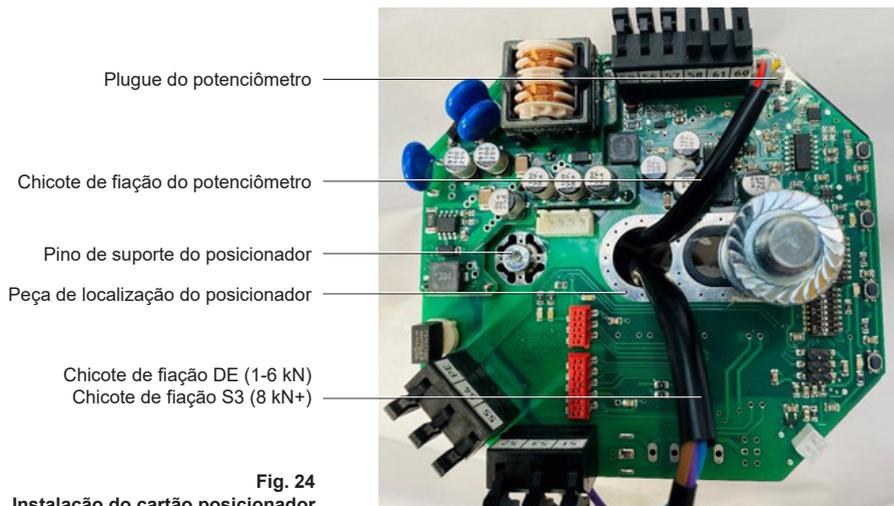
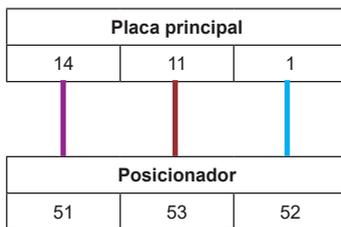
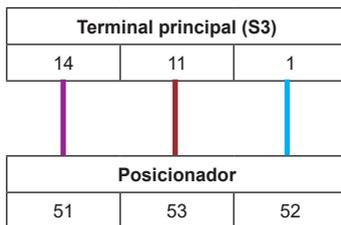

Fig. 24
Fig. 25 Diagrama do terminal de instalação do posicionador (1 a 6 kN)
Fig. 26 Diagrama do terminal de instalação do posicionador (8 kN)
- 1 - 6 kN: Conecte o chicote elétrico DE (orientação mostrada na Fig. 24) conforme indicado na Fig. 25 "Diagrama do terminal de instalação do posicionador (1 - 6 kN)"
- 8 kN+: Conecte os núcleos do chicote elétrico do potenciômetro ao trilho do terminal principal (Fig. 26) e conecte o plugue do potenciômetro ao soquete do potenciômetro no cartão posicionador, consultando a Fig. 24 "Instalação do cartão posicionador" para orientação do produto. A fiação do potenciômetro deve passar pelo centro da cartão posicionador, conforme mostrado
- 8 kN+: Conecte o chicote elétrico DE conforme indicado na Fig. 26 "Diagrama do terminal de instalação do posicionador (8 kN)"